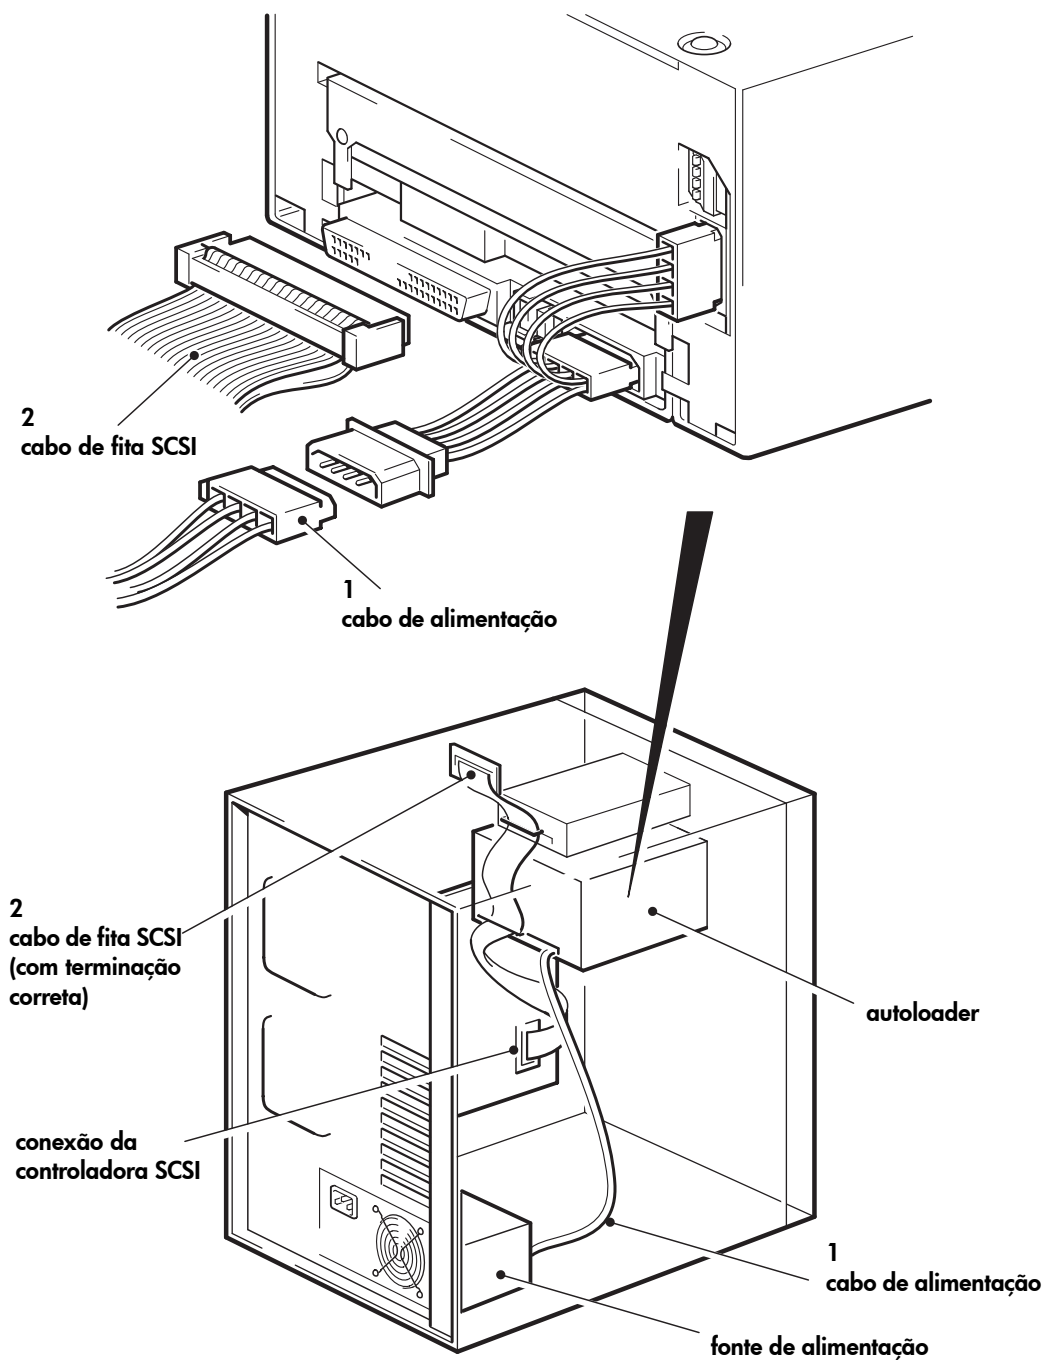

Figura 9: conectar os cabos de alimentação e SCSI
- 1** Ligue um cabo de força sobressalente da fonte de alimentação interna do servidor ao conector macho do cabo Y, como mostra a figura 9, item 1.
- 2** Anexe um conector sobressalente no servidor ou um cabo de fita SCSI do HBA para o conector SCSI da unidade, como mostra a figura 9, item 2.
Portanto, supondo-se que o HBA seja o primeiro dispositivo do barramento, você deve verificar se o segundo terminador está localizado depois do último dispositivo, como mostra a figura 9, item 2.